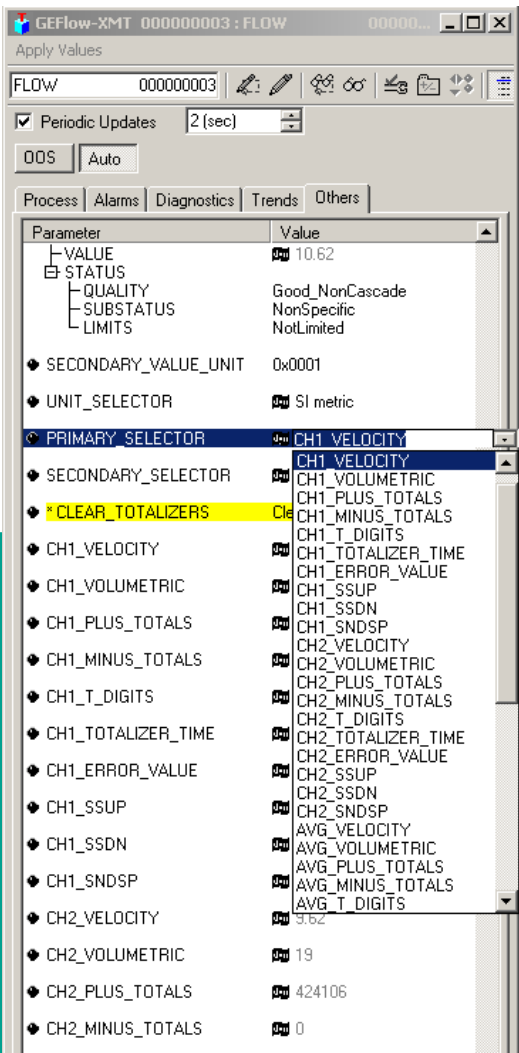

Рисунок 40: Пример настройки конфигурационной утилиты
1. Дважды щелкните блок аналогового входа, для которого необходимо настроить единицы измерения (ANALOG_INPUT_1 или ANALOG_INPUT_2 в дереве под GEFlow-XMT; см. рис. 40).